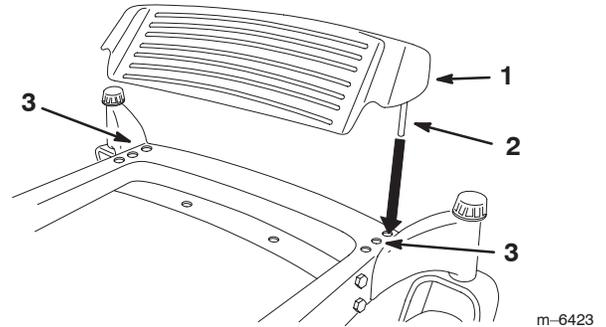

Figure 14
1. Soulevez le repose-pied et placez les tiges dans les mêmes trous (Fig. 14).